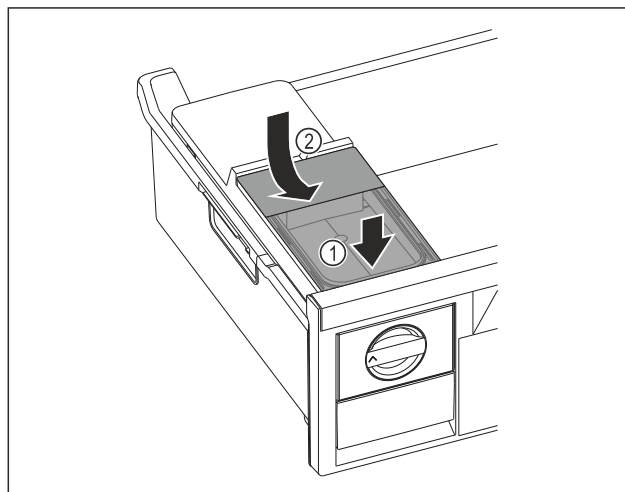

Fig. 63
- ▶ 放置水箱前部。 Fig. 63 (1)
- ▶ 放下水箱后部。 Fig. 63 (2)